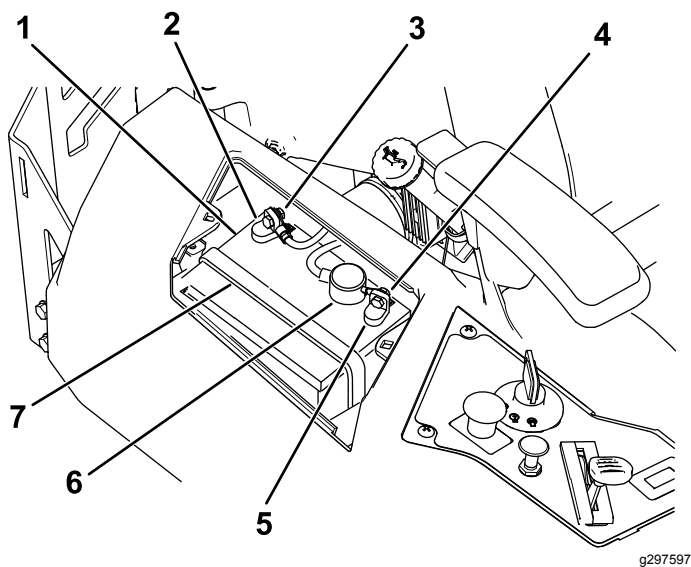

Рисунок 56
4. Отсоедините отрицательный (черный) кабель от штыря аккумулятора (Рисунок 56).
6. Отсоедините положительный (красный) кабель от штыря аккумулятора (Рисунок 56).
7. Снимите прижим аккумулятора (Рисунок 56) и поднимите аккумулятор, чтобы снять его с поддона.
1. Установите аккумулятор в поддон (Рисунок 56).
5. Закрепите аккумулятор с помощью прижима (Рисунок 56).